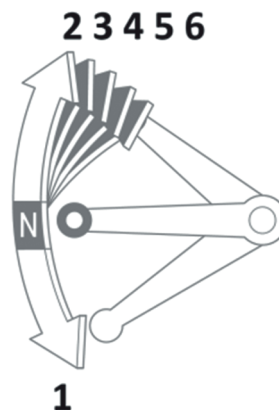

Рисунок 3.4. Положение рычага передачи
2. Включите нейтральную передачу (рис. 3.4).
1. Включите нейтральную передачу (рис. 3.4).
Рычаг переключения передач находится на левой стороне двигателя. Мотоцикл имеет пять или шесть передач (рис. 3.4), в зависимости от модели двигателя. Первая передача включается вниз, остальные вверх. Нейтральная передача находится между первой и второй передачами (см. рис. 3.4). Пожалуйста, проверьте этикетку на двигателе для определения правильного порядка переключения передач.
3. Нажмите на рычаг переключения передач вниз (рис. 3.4) в положение первой передачи.
5. Набрав скорость, закройте дроссельную заслонку 1 (фото 3.5.1), выжмите рычаг сцепления 8 (фото 2.3) и переместите рычаг переключения передач вверх (рис. 3.4), в положение второй передачи. После включения передачи, постепенно отпускайте рычаг сцепления 8 (фото 2.3) и открывайте дроссельную заслонку 1 (фото 3.5.1).